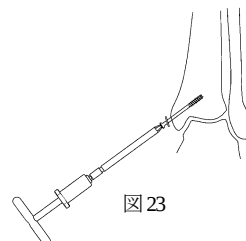

図 23
- 2) 4.0CCS 抜去の際に六角穴がなめてしまった場合は、オーバーサイズドライバにて抜去します。(図 23)